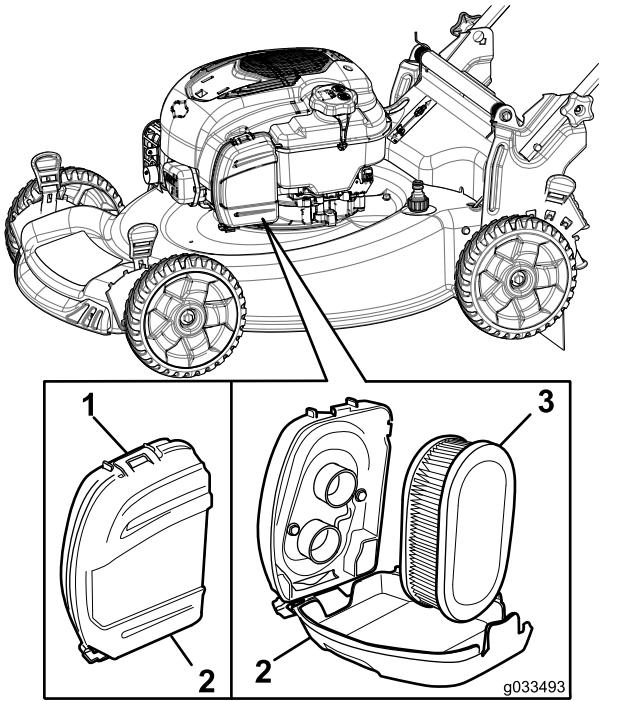

Bild 28
1. Lösen Sie das Oberteil der Luftfilterabdeckung (Bild 28).
2. Entfernen Sie den Luftfilter (Bild 28).